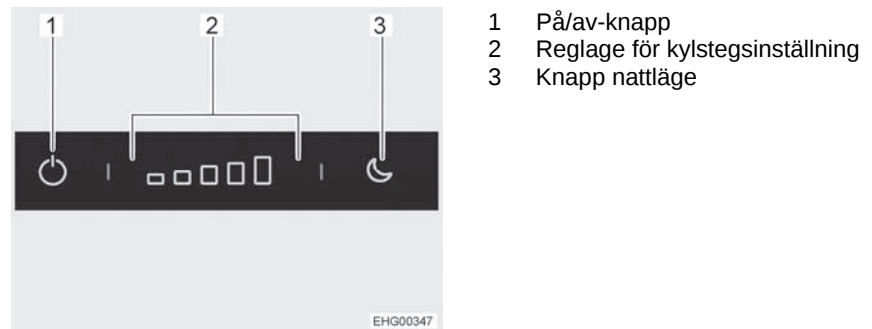

Bild 86 Reglage, knappar (kylskåp)
- Tryck in på/av-knappen (Bild 86,1) och håll intryckt ungefär 2 sekunder. Den blå kontrollampan visar att kylskåpet fungerar. Reglaget (Bild 86,2) visar det inställda kylsteget. Denna indikator dimmas efter ungefär 10 sekunder.
- Tryck in på/av-knappen (Bild 86,1) och håll intryckt ungefär 2 sekunder. Den blå kontrollampan slocknar långsamt.
- Tryck på önskat kylsteg på reglaget (Bild 86,2).
- Tryck på knappen nattläge (Bild 86,3). Den blå kontrollampan visar att nattläge är aktiverat.
- Tryck på knappen nattläge (Bild 86,3). Den blå kontrollampan slocknar. Kylskåpet arbetar på nytt i normaldrift.